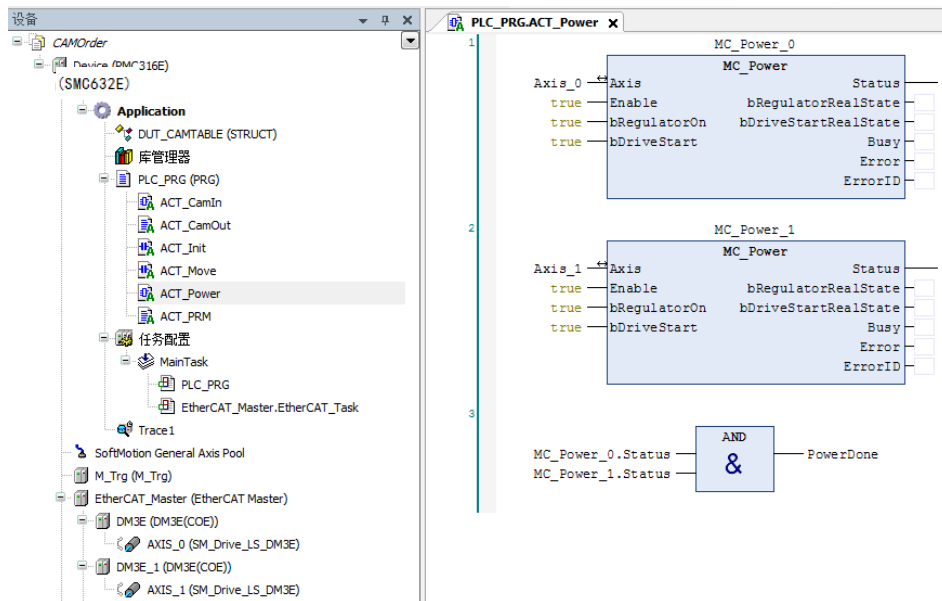

图 6.24 上电模块
3) 在主程序 PLC_PRG 下添加上电使能模块 ACT_Power、脉冲模块 ACT_Init、主轴运动模块 ACT_Move、配置电子凸轮模块 ACT_CamIn 和断开电子凸轮模块 ACT_CamOut，如图 6.24~6.28 所示。